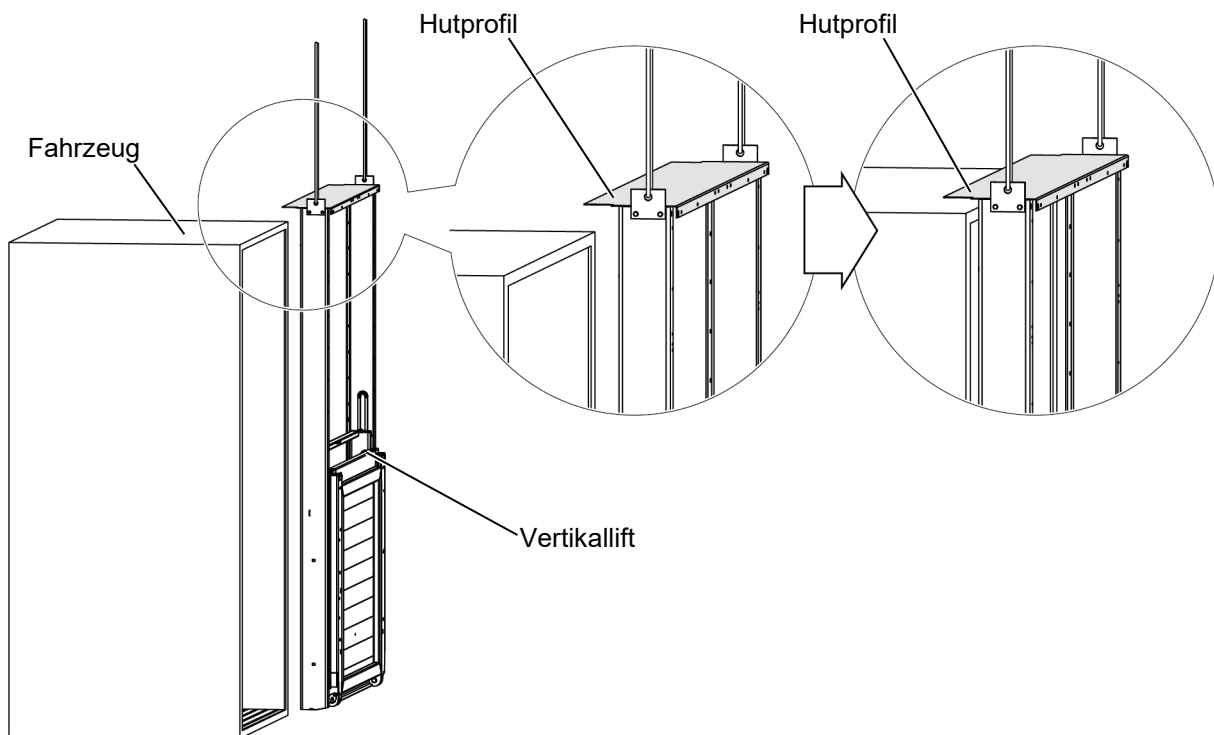

Abbildung 5: Anbringen des Liftes am Fahrzeug
- ▶ Legen Sie den Lift mit dem Hutprofil leicht auf den Heckrahmen des Fahrzeugs auf (siehe Abbildung 5, Seite 16).